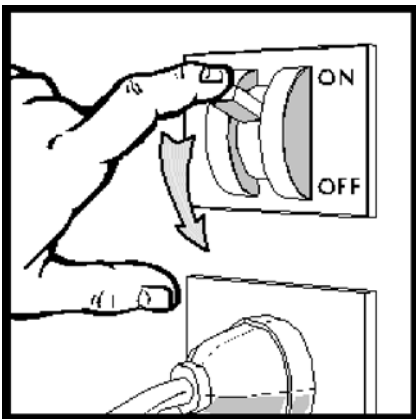

fig. 19
IMPORTANT: EN AMONT DU MEUBLE DOIT ÊTRE INSTALLÉ UN INTERRUPTEUR DISJONCTEUR OMNIPOLAIRE AYANT UNE DISTANCE MINIMUM ENTRE SES CONTACTS DE 3 mm ET UN POUVOIR COUPANT ADÉQUAT (voir fig. 19). La position de l'interrupteur disjoncteur doit permettre facilement son actionnement de la part de l'opérateur en toute situation d'urgence (distance maximum 3 m). Informer toute personne utilisant le meuble sur la position de cet interrupteur.
AVANT TOUTE OPÉRATION DE NETTOYAGE ET D'ENTRETIEN PAR L'UTILISATEUR DÉBRANCHER LE COURANT EN COUPANT LE DISJONCTEUR GÉNÉRAL (fig.19)
- Débrancher le courant par le disjoncteur général (fig.19)
EN CAS DE FUITE DE GAZ OU D'INCENDIE, ne pas entrer dans la pièce si celle-ci n'a pas été aérée parfaitement, Débrancher le meuble en éteignant le disjoncteur en amont du meuble (fig. 19). NE PAS UTILISER D'EAU POUR ÉTEINDRE LES FLAMMES MAIS SEULEMENT DES EXTINCTEURS À SEC.